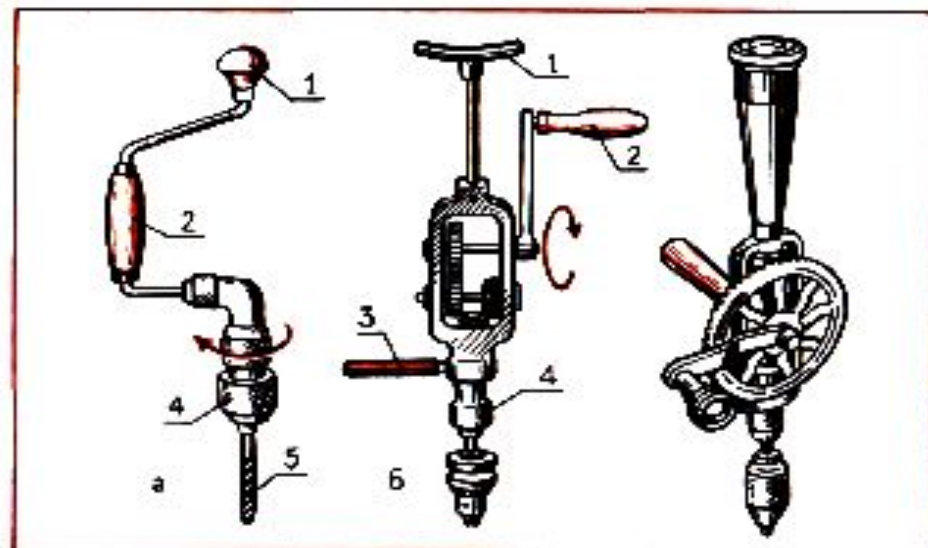

Рис. 35. Инструменты для сверления:
Каждое сверло на своей торцевой части имеет две режущие кромки. Режущими кромками при сверлении подрезаются волокна древесины, и ее частички в виде стружек выходят наружу через винтовые канавки. Хвостовая часть сверла служит для крепления в патроне коловорота или ручной дрели (рис. 35). Эти инструменты предназначены для вращения сверла.
**Коловорот** (рис. 35, а) состоит из упора 1, рукоятки вращения 2, патрона 4, в котором крепится сверло 5.
**Дрель** (рис. 35, б) состоит из упора, рукоятки вращения 2, рукоятки захвата 3, патрона 4, сверла 5. В дрели имеется зубчатый механизм, который передает вращение от рукоятки 2 к патрону 4. Направление вращения сверла должно быть таким, чтобы его режущие кромки врезались в обрабатываемый материал и срезали стружку.